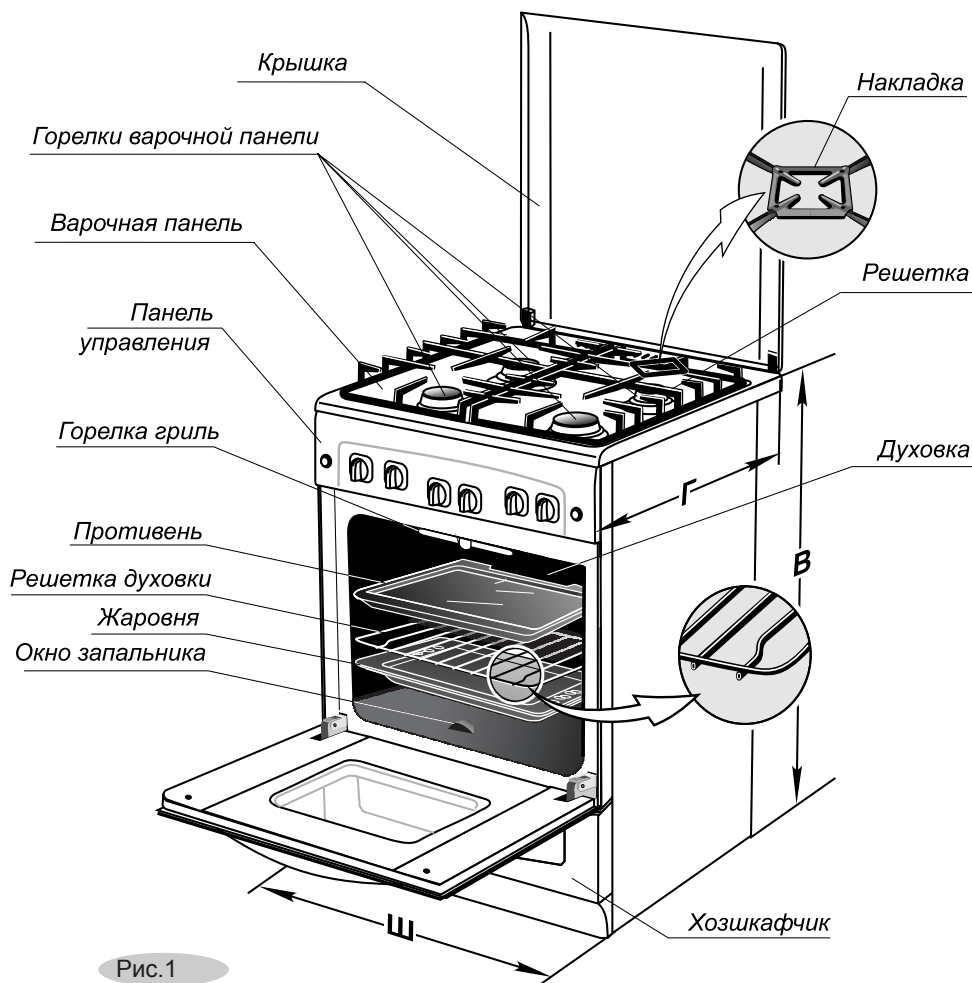

Рис.1
- (см. рис. 1) для плит мод.ряда 6100, 6300, 6500, 6700(с ножками) - 600х600х850